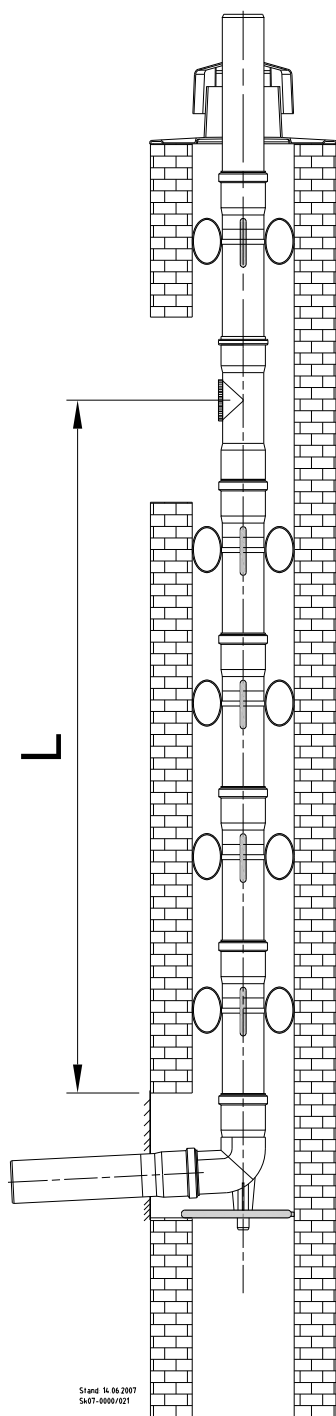

Abb. 60: Kaminsystem, starr, zur Ermittlung von Abstandsmaß L
- ➔ Ermitteln Sie das Maß L (s. Abb. 60) zwischen Stützbogen und Revisionsstück.